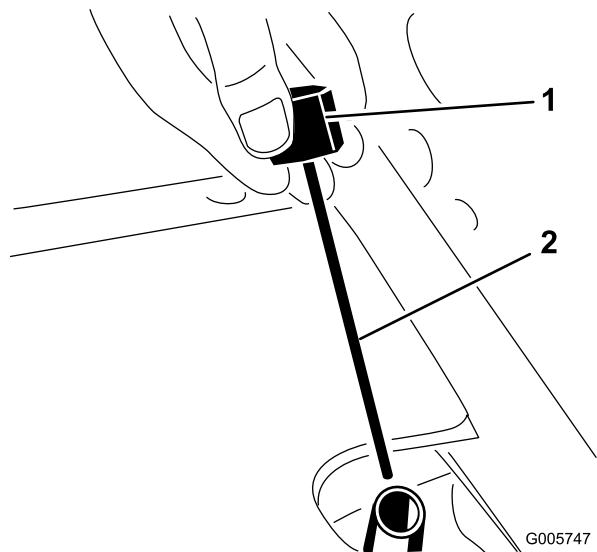

**Figura 77**
4. Retire el tapón de llenado, situado entre la carcasa del eje y el filtro de aceite, y deje que el aceite fluya a un recipiente apropiado (Figura 77).
6. Instale el tapón de vaciado (entre la carcasa del eje y el filtro) (Figura 77).
9. Espere dos minutos más, luego retire la varilla y compruebe el nivel de aceite del eje (Figura 78). Si el nivel es bajo, añada aceite hasta que el nivel llegue a la muesca de la varilla (Figura 78). Si el nivel es demasiado alto, retire el tapón de vaciado (Figura 77) y deje salir aceite hasta que el nivel llegue a la muesca de la varilla.